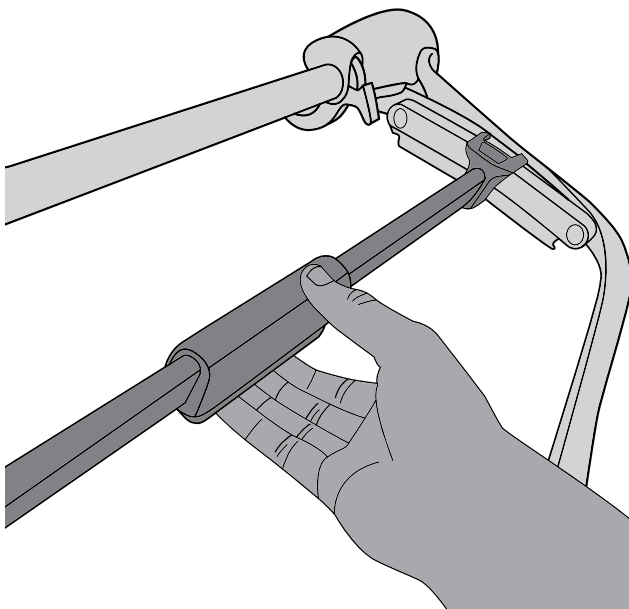

Abbildung 23
1. Um die einstellbaren Rückenlehnen anzupassen, drücken Sie die gelbe Taste an der Unterseite der Sitzstütze, schieben Sie die Rückenlehne in die gewünschte Position und lassen Sie die gelbe Taste los (Abbildung 23).